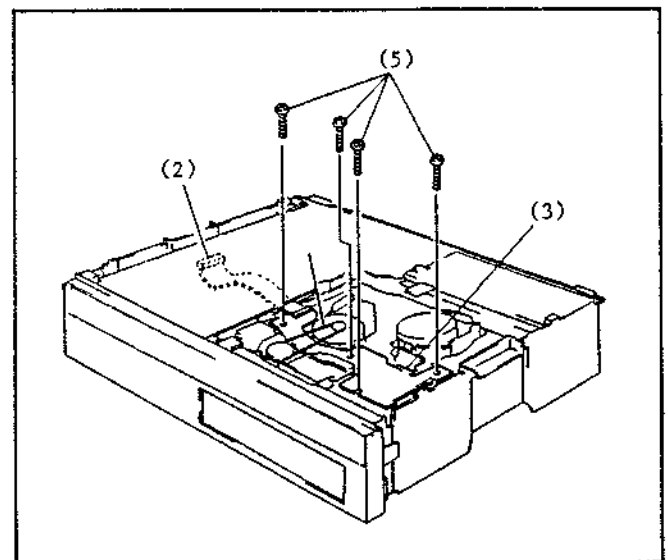

Abb. 4-6 Sensor-Leiterplatte
6. Sensor-Leiterplatte (Abb. 4-6)